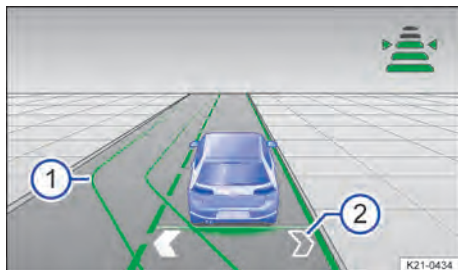

Fig. 106 No display do instrumento combinado: exibição da mudança de faixa assistida (representação esquemática).
A mudança de faixa assistida é ativada. As setas na própria faixa de rodagem no display do instrumento combinado são representadas em cinza → Fig. 106 ②.
→ Fig. 106 ②.